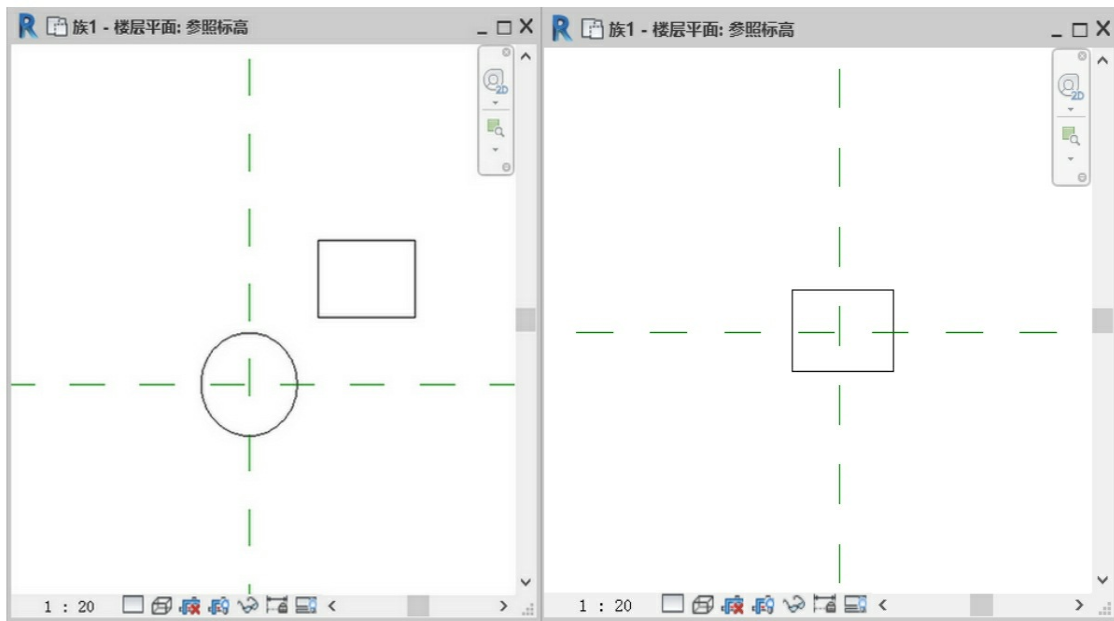

图6-18
(1) 举例：使用家具族，创建一个圆柱体和一个正方体。将正方体载入家具族——圆柱体内，如图6-18所示。